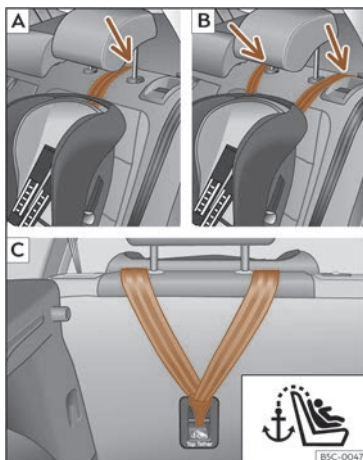
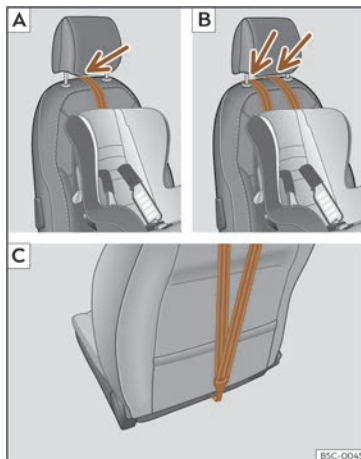

Fig. 33 Seients posteriors: ajust i muntatge en funció del cinturó Top Tether.
Fig. 34 Seient de l'acompanyant: ajust i muntatge en funció del cinturó Top Tether.
- Col·loqueu la corretja per sota del reposacaps (en funció de les instruccions de la cadira, aixiqueu o retireu el reposacaps si és necessari) >>> **fig. 33 A/B**, >>> **fig. 34 A/B**.
- Feu lliscar la corretja i fixeu-la correctament amb l'ancoratge de la part posterior del respall >>> **fig. 33 C**, >>> **fig. 34 C**.